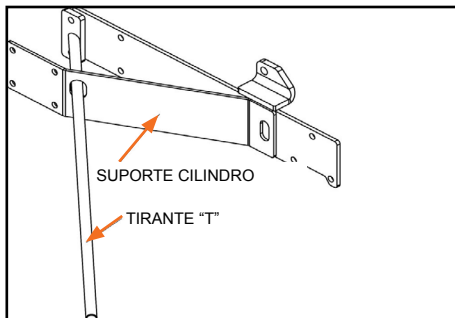

Figura 22
a) Passe o tirante “T”, através do orifício existente no suporte cilindro (Figura 22).